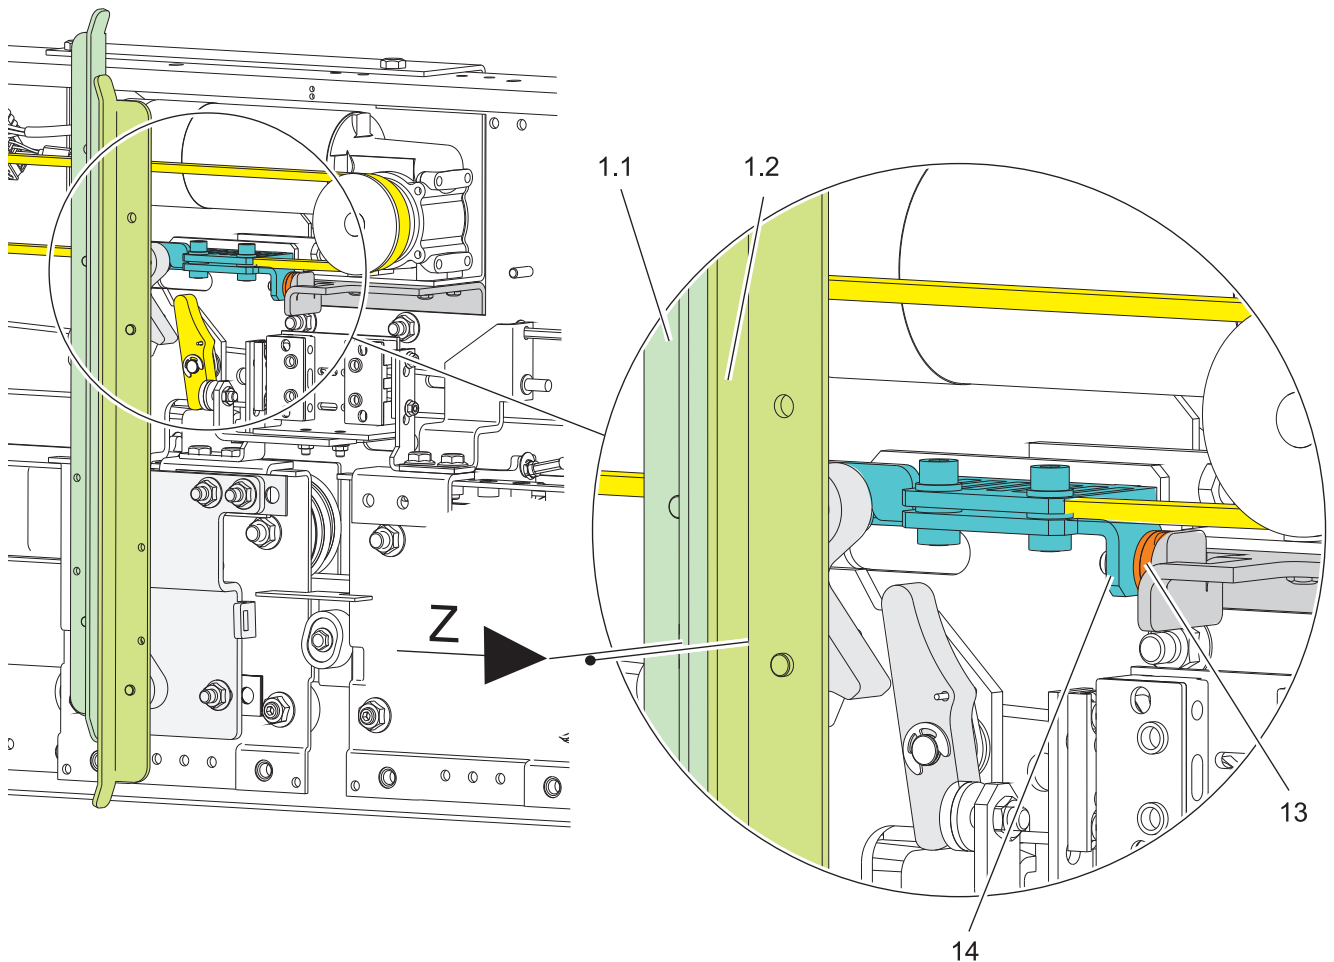
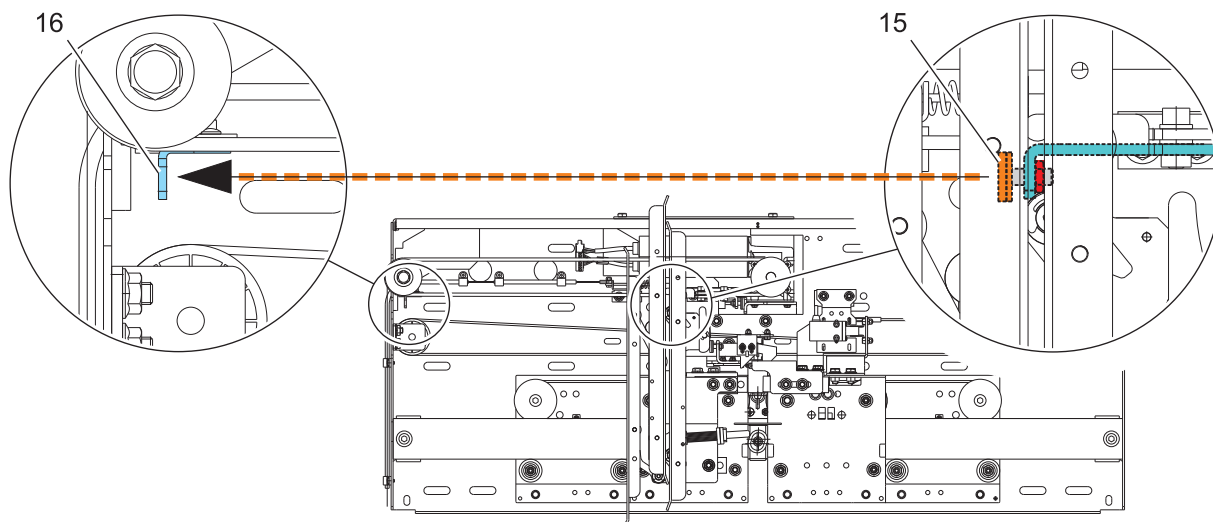

Abb. 47
Abb. 48
- Verfahren wie bei Abb. 47 und Abb. 48 beschrieben
- Verfahren, wie bei Abb. 47 und Abb. 48 beschrieben
- Verfahren, wie bei Abb. 48 beschrieben